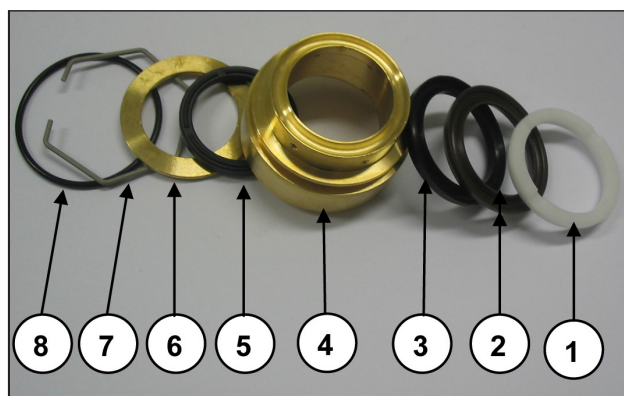

Fig. 44
Faire attention à l'ordre du désassemblage du lot des joints, comme l'indique la Fig. 44, qui se compose :
- Lubrifier les composants ②③⑤ (Fig. 44) avec de la graisse à base de silicone OCILIS réf. 12001600 ; cette opération est considérée nécessaire pour faciliter l'adhérence de la lèvre des joints sur le piston.